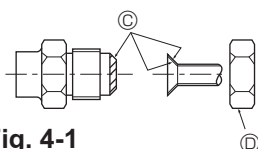

Fig. 4-1
(A) (Fig. 4-1)
(B) (Fig. 4-1)
4.2. Connexion des tuyaux (Fig. 4-1)
- Appliquer un film mince d'huile réfrigérante sur la surface du tuyau et du support du joint avant de serrer l'écrou évasé. (A)
- Utiliser 2 clés pour serrer les connexions des tuyaux. (B)
- Appliquer de l'huile réfrigérante sur toute la surface évasée du fond. (C)
- Utiliser les écrous évasés correspondant aux tailles de tuyaux suivantes. (D)